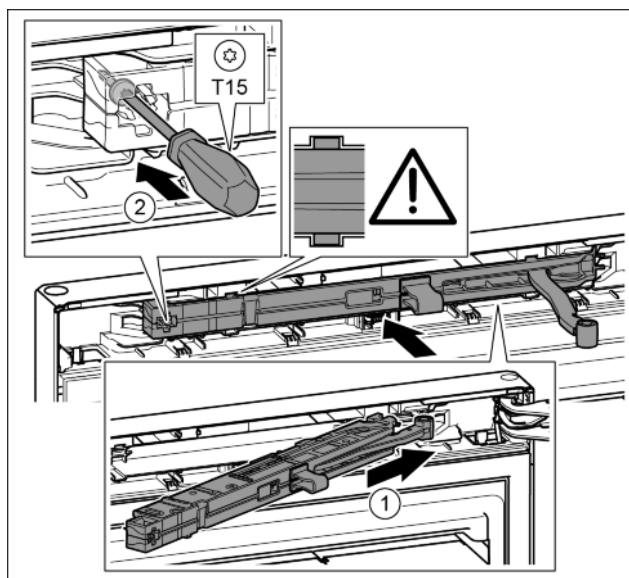

Fig. 21
- Gurnite jedinicu prigušivača zatvaranja na strani podloška ležaja do graničnika koso u otvor. Fig. 21 (1)
- Odvijačem T15 čvrsto pritegnite vijak. Fig. 21 (2)